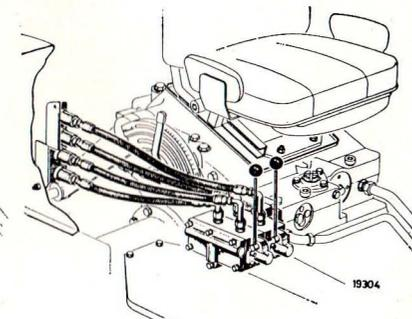

Figure 59
- c) 4 raccords pour conduits haute pression, 2 distributeurs à double effet (Fig. 59)